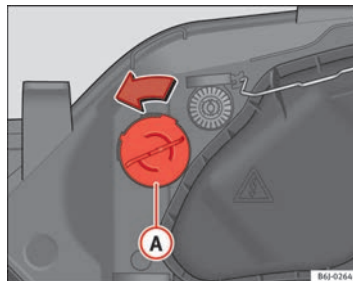

Abb. 156 Blinklicht
- Den Lampenträger ⇒ Abb. 156 **A** nach links drehen und ziehen.